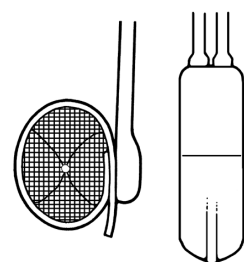

Figura 4-41. Cuffia e pompa riempite
*Nota: tale accorgimento consente di riportare la testa della valvola di disattivazione in posizione di attivazione. Una volta attivato il dispositivo, la pompa si riempie per prima, seguita dalla cuffia. (**Figura 4-41**) Il riempimento della cuffia e la chiusura dell'uretra, o del collo vescicale, richiedono alcuni minuti. Una volta attivato il sistema, la pompa potrebbe ammorbidirsi.*